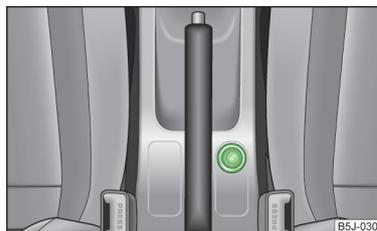

Fig. 59
- Pulsar el botón del mechero del encendedor  fig. 59.
En la consola central delantera » fig. 59 de la página 73.